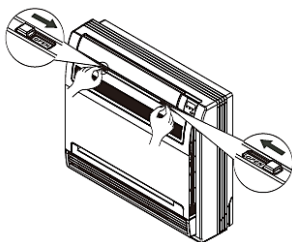

Fig.F1
1. Aprire il pannello frontale (Fare riferimento alla Fig.F1)